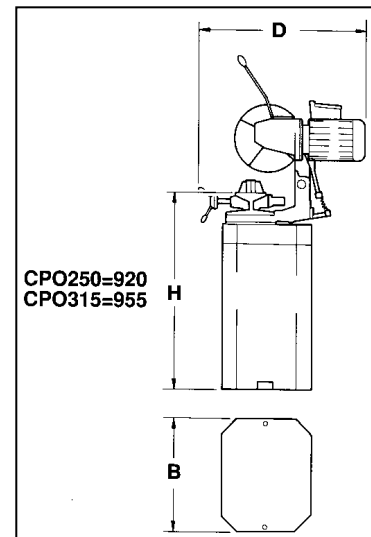

Fig 2.01
2.2 Overzicht en maatschets (zie fig. 2.01).